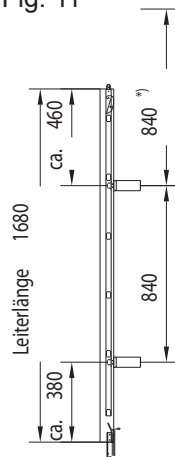

Fig. 12
a) Staffa di supporto con guida per connessione a vite (fig. 12).